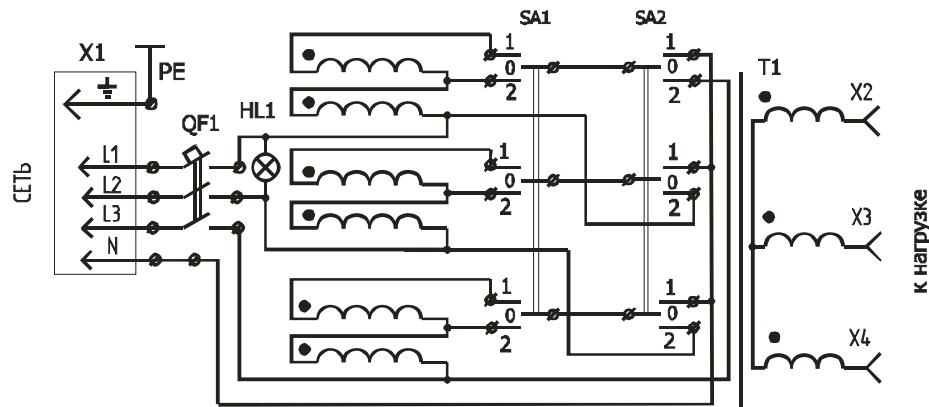

Рис.2
4.2 Схема электрическая принципиальная приведена на рис. 2. Первичные обмотки понижающего трансформатора T1 коммутируются переключателями SA1 и SA2. В зависимости от положения переключателей на вторичных обмотках получаются рабочие напряжения в соответствии с табл.2.
Перечень элементов к схеме электрической принципиальной (рис.2):